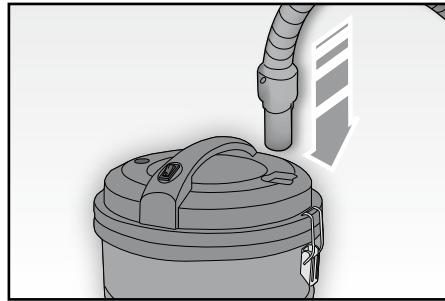

Fig. 5
- Inserire l'estremità del tubo flessibile (L) nell'apposito attacco (F) sul coperchio dell'apparecchio e bloccarla premendola fino a sentire uno scatto (FIG. 5). Per rimuovere il tubo, è necessario premere il pulsante posto sulla propria estremità ed estrarlo.